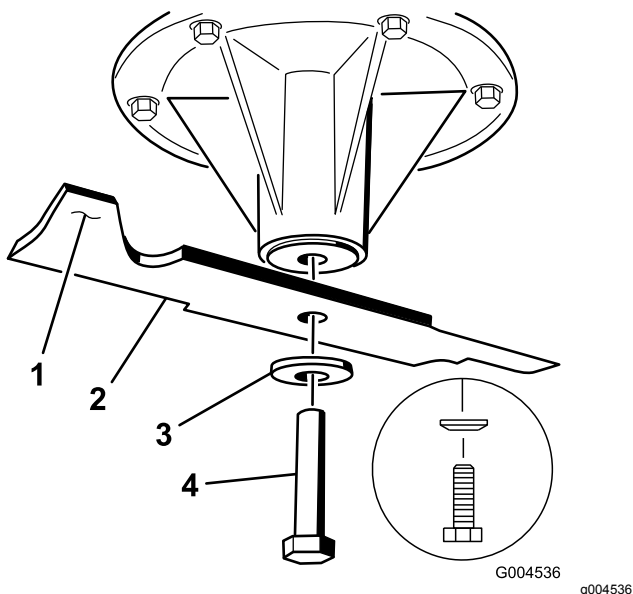

Figura 105
2. Retire a cavilha da lâmina, a anilha curva, e a lâmina do eixo (Figura 105).
- Se lâmina não estiver equilibrada, lime algum metal da extremidade da aba apenas (Figura 105).